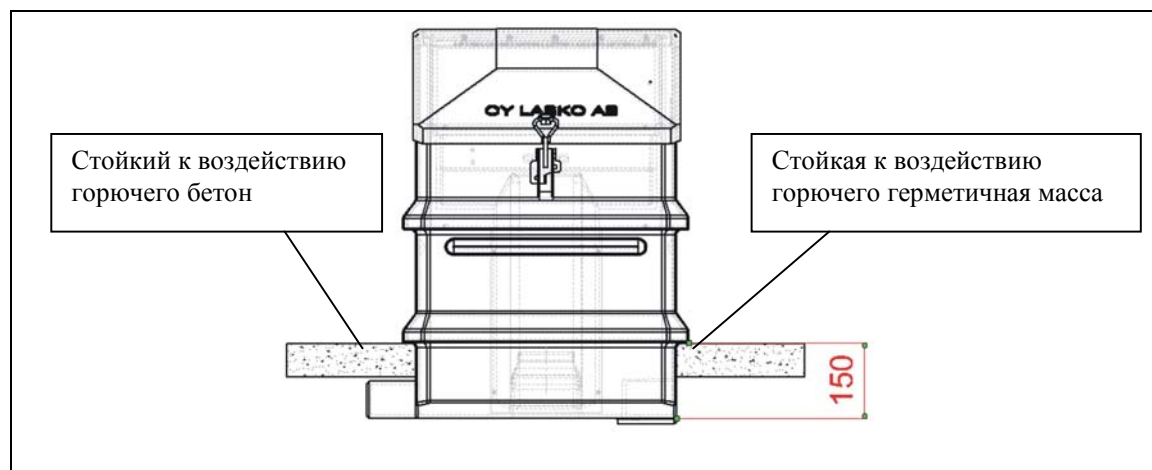

Рис. 5. Другой способ монтажной высоты, если хотим установить загрузочный колодец выше предложенного на рис. 4 варианта.
- Другой способ установки 150 мм от дна загрузочного колодца (Рис. 5), если используем глубину заложения выше 375 мм.